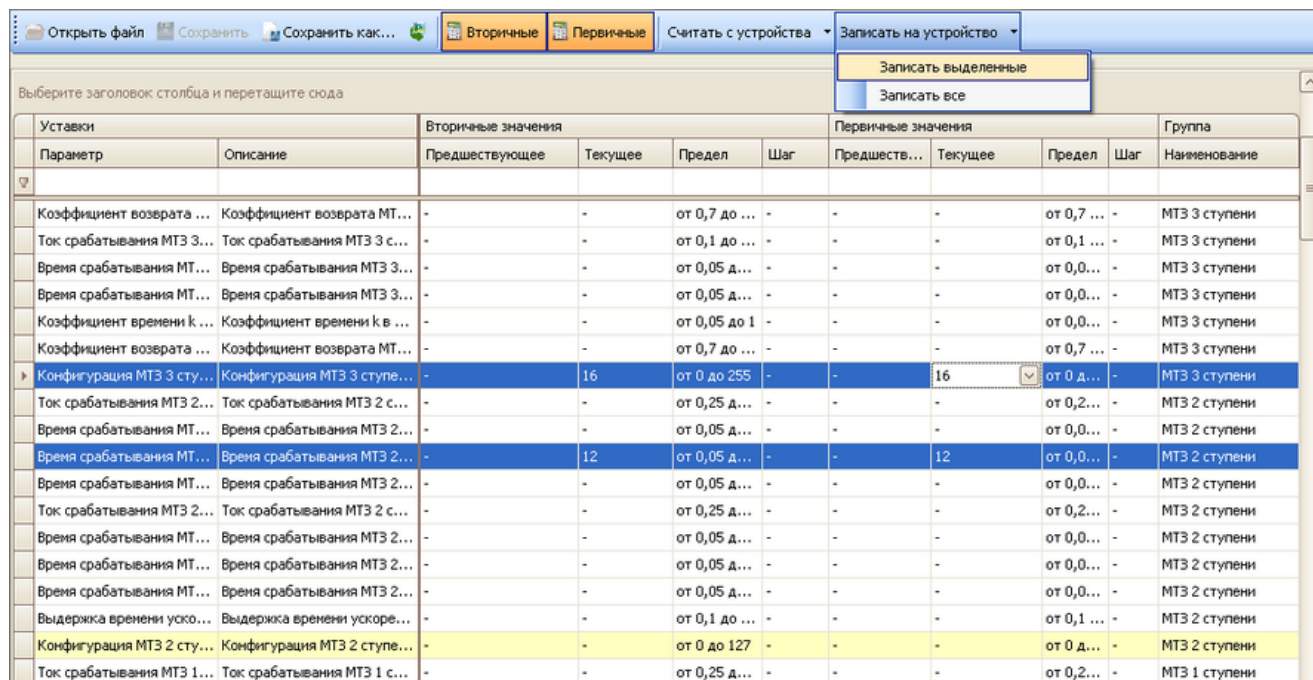

Рисунок 59 – Запись уставок на устройство
- выбрать элемент **Записать на устройство** и выбрать нужную опцию записи уставок (рисунок 59).